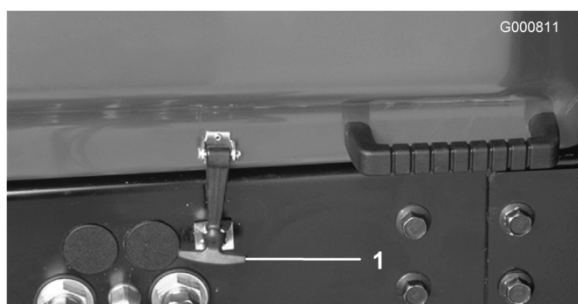

Figura 16
1. Coloque a máquina numa superfície nivelada. Abra o trinco do capot e levante-o (Figura 16).